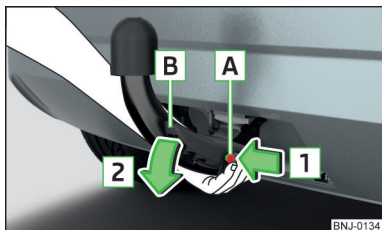

Fig. 160
- Prindeți tija cuplei din partea de jos » fig. 160.